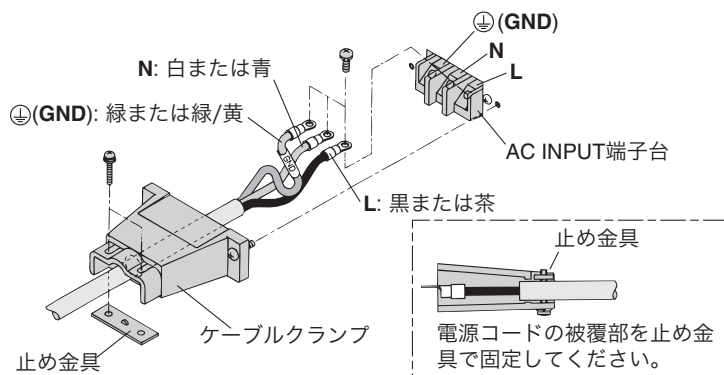

図 1-4 電源コードの本機側の接続
3. 図 1-4 のように AC INPUT 端子台に付属の電源コードを接続します。